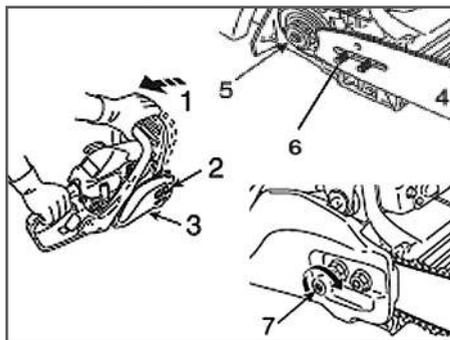

Рис. 2 Установка шины
1. Перед установкой шины и цепи убедитесь в том, что тормоз цепи находится в расторможенном положении. Для этого ручку тормоза 1 (Рис.2) потяните на себя до щелчка.
2. Открутите гайки 2 и снимите крышку шины 3 (Рис. 2).
3. Установите шину 4 пазом на шпильку крепления шины 6 и передвиньте ее в сторону муфты сцепления 5 для облегчения установки цепи (Рис. 2).
- Вращая винт шестерни натяжения цепи 7 (Рис. 2) против часовой стрелки, установите палец натяжителя в крайнее левое положение. Установите на место крышку шины 3 (Рис. 2).
- Отрегулируйте натяжение цепи (см. раздел РЕГУЛИРОВКА НАТЯЖЕНИЯ ЦЕПИ) вращая винт шестерни натяжения цепи 7 (Рис. 2) по часовой стрелке.